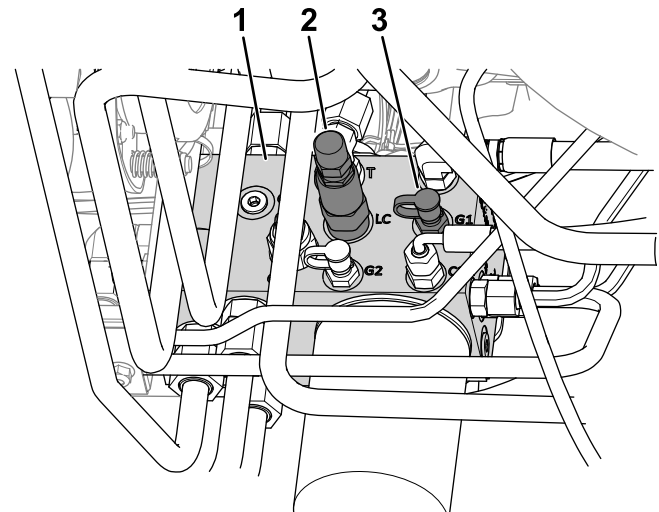

Figura 24
4. Ligue um indicador de pressão à porta de teste (identificada G1; consulte Figura 24).
2. Bobina de transferência de peso (LC)
5. Na lateral do manípulo de elevação, retire a tampa da porta de teste (identificada G1; consulte Figura 24).
6. Desaperte a porca de retenção na extremidade da bobina de transferência de peso (identificada LC; consulte Figura 24).